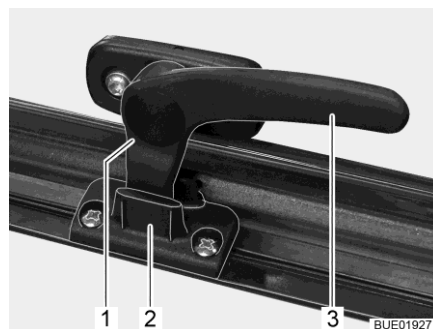

Fig. 16 Leva di serraggio in posizione "Aerazione continua"
- In posizione di "Aerazione continua" (Fig. 16)
- Ruotare la leva di serraggio (Fig. 16,3) di un quarto di giro verso il centro della finestra.
- Ruotare la leva di serraggio di un quarto di giro verso il telaio della finestra. Riportare contemporaneamente il nasello di chiusura (Fig. 16,1) nella rientranza della chiusura della finestra (Fig. 16,2).